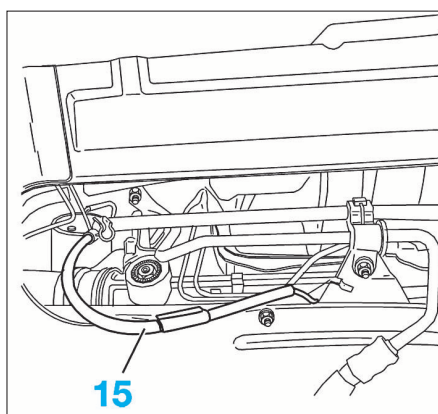

FIG. 15
- les écrous (12).
- les goujons (13).
- Moteur 3 I V6 : débrancher et débrider le fil du convertisseur (15) (Fig.15).